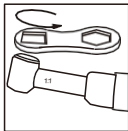

Abb. 15.2
- ② Verwenden Sie den beiliegenden Schraubenschlüssel, um die Kappe zu entfernen [Abb. 15.2]. Drücken Sie die Kartusche mit dem Bohrer heraus.
- ③ Setzen Sie die neue Kartusche in den Handstückkopf ein und achten Sie dabei darauf, dass die kleine Erhebung in die Nut an der Vorderseite des Kopfes passt, um einen korrekten Sitz zu gewährleisten.
- ④